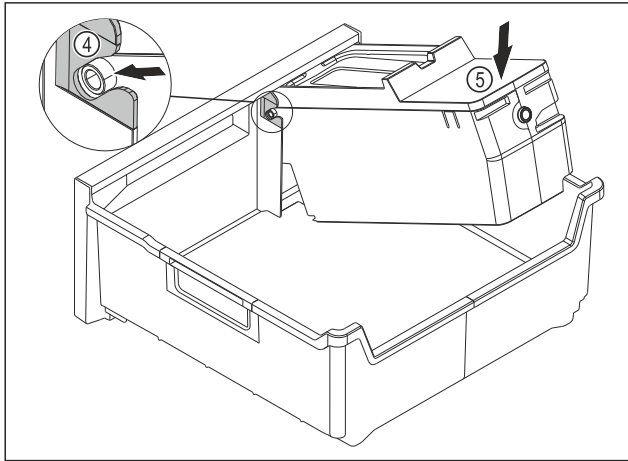

Fig. 78
- ▶ Montar el cuerpo del EasyTwist-Ice: Introducir los ejes del cuerpo del EasyTwist-Ice en las guías Fig. 78 (4).
- ▶ Presionar el cuerpo del EasyTwist-Ice Fig. 78 (5) hacia abajo por detrás.